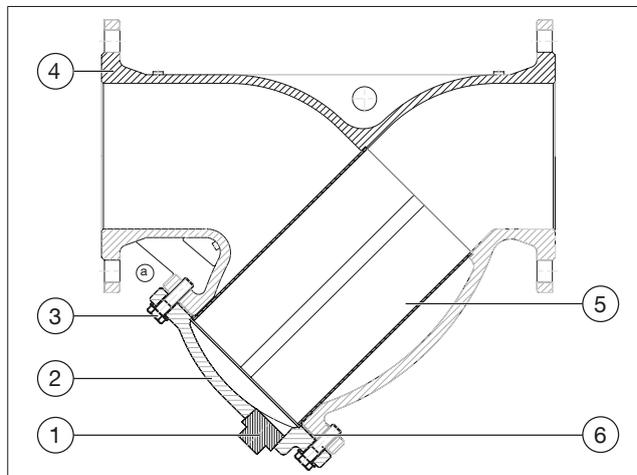

Abb. 1: Schmutzfänger Aufbau
- ▶ Um den Siebeinsatz zu reinigen, schrauben Sie den Deckel (siehe Position 2 in Abb. 1 auf Seite 6) ab.